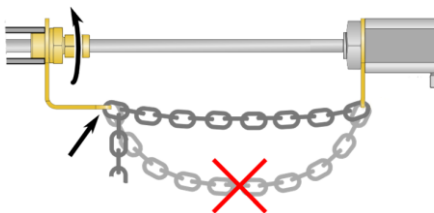

Abbildung 4: Sicherheitskette montieren
- Vor der Beaufschlagung mit Druck ist die Sicherheitskette zu verschließen. Der Verschluss soll so eingehängt werden, dass die Kette so wenig als möglich durchhängt. (Siehe Abbildung 4)
- Überwurfmutter der Durchgangverschraubung fest angezogen, Sicherheitskette korrekt installiert (siehe Abbildung 4)